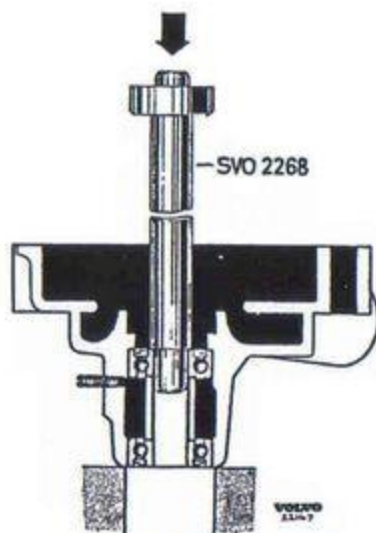

Bild 26. Demontering av kullager.
4. Lossa stoppskruven (5 bild 12) för bakre lager. Pressa ur lagren och distanshylsan med dorn SVO 2268. Se bild 26. Ta ut avkastarringen.